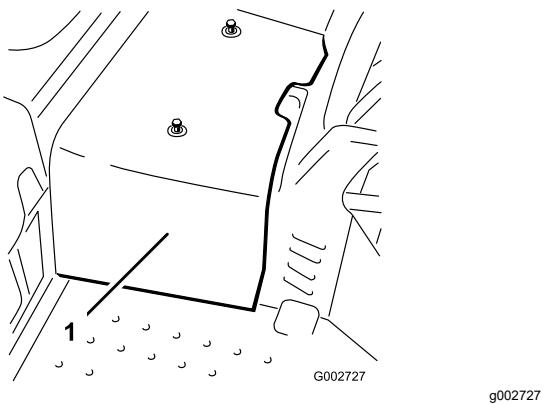

Figure 40
2. Desserrez les 2 vis qui fixent le carénage central à la machine et déposez le carénage (Figure 40).